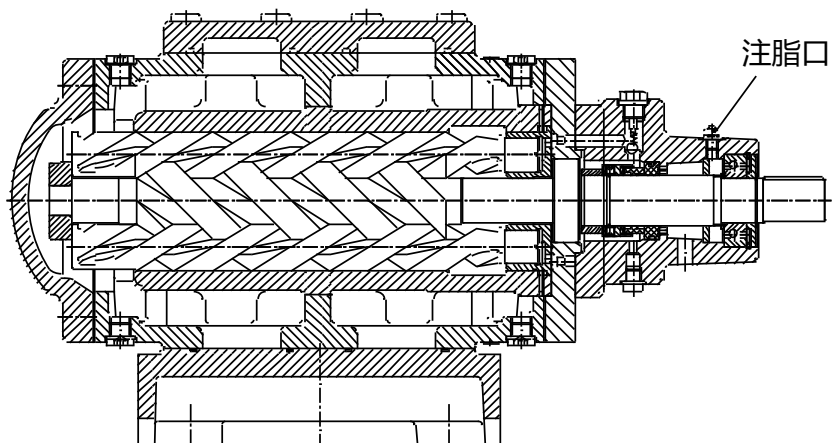

图 5 注脂示意图
6.5.2 当轴承外置时，轴承采用润滑脂润滑。可以通过油枪从压注油杯把润滑脂注入到轴承内（见图 5）。常用的润滑脂为通用锂基脂 ZL-3，温度为 $-20^{\circ}\sim 120^{\circ}$ 。正常工作条件下，润滑脂的注入间隔为 2000 小时。